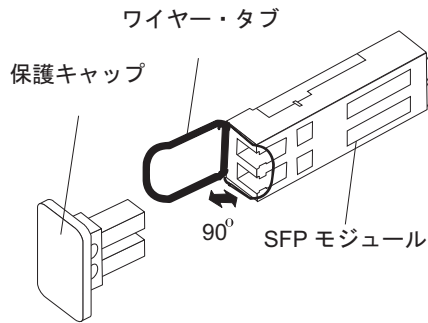

図 28. SFP モジュール・ラッチのアンロック - ワイヤー・タブの場合
- ・ ワイヤ・タブが入っている SFP モジュールの場合は、62 ページの図 28 に示すように、ワイヤ・ラッチを外側に 90° 引いて SFP モジュールのラッチをアンロックします。